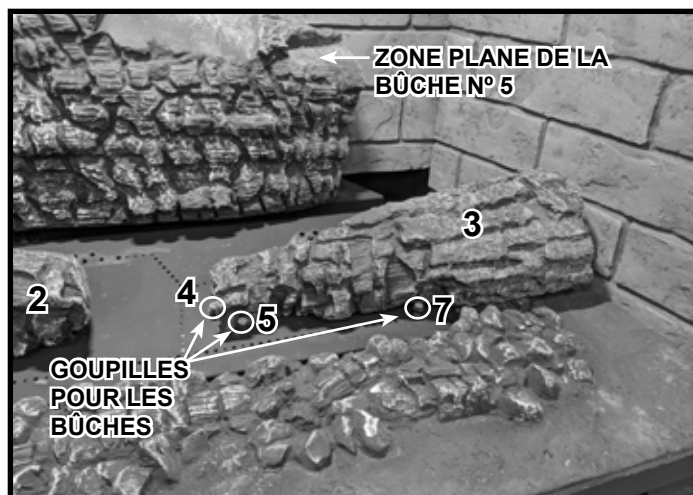
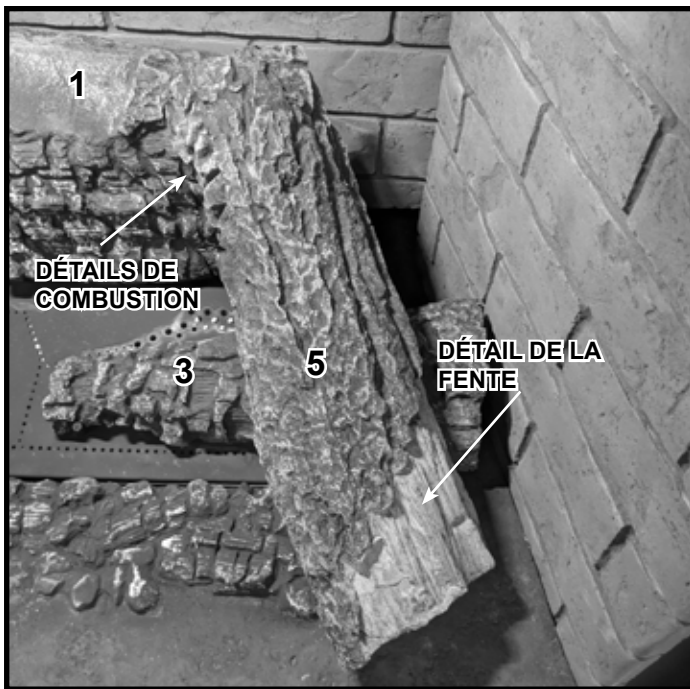
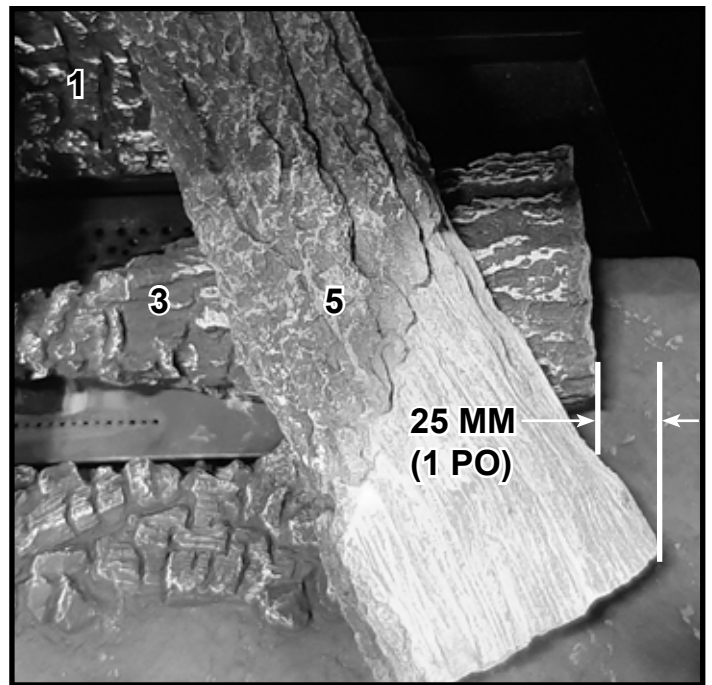

Figure 7 Position de la bûche n° 3
Figure 9 Placez la bûche n° 5
Figure 10 Détails d'emplacement de la bûche n° 5
**Bûche n° 3** : Placez la bûche n° 3 en utilisant les trois goupilles de bûche comme indiqué à la figure 7. La zone plane de la bûche est placée face vers le bas sur le brûleur.
**Bûche n° 5 :** Placez l'extrémité de la bûche n° 5 qui présente le détail de combustion sur la bûche n° 1 dans la zone plane illustrée à la figure 7. L'extrémité présentant le détail de la fente est placée comme indiqué dans les figures 9 et 10. Lorsqu'il est correctement placé, le coin inférieur droit de la bûche n° 5 dépasse l'extrémité droite de la bûche n° 3 de 25 mm (un pouce). Voir la figure 10.